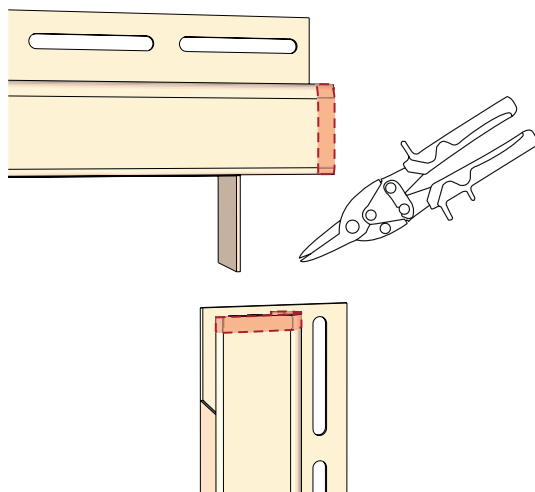
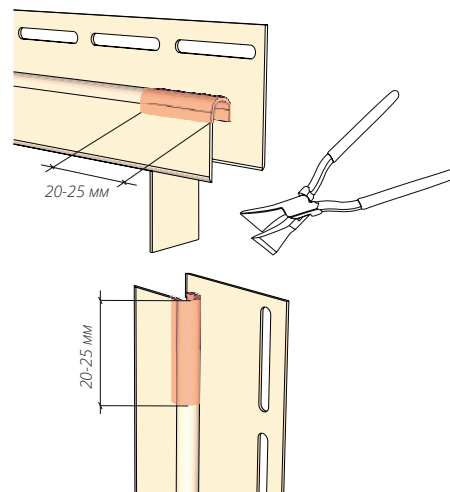

Рисунок 43
Рисунок 44
- 14.6** В случае если лицевые части J-профиля выступают, их нужно подрезать, подогнать (рис. 43). Обожмите края J-профиля (рис. 44) используя клещи. При соединении J-профиля под 45° обжим делать не нужно. Соединение с противоположной стороны J-профиля делается аналогично. После монтажа J-профили должны оставаться подвижными.